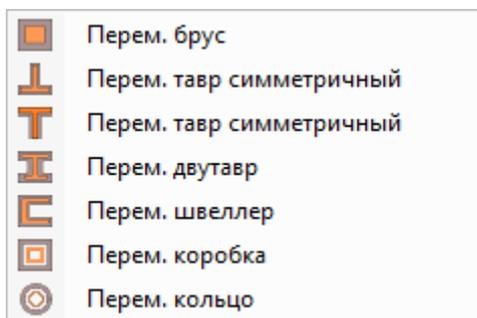

Рисунок 2.307 Список переменных сечений
• **Переменные сечения** (кнопка  в редакторе сечений/жесткостей). В списке **Переменные сечения** приведены стандартные типы переменных сечений (рисунок 2.307). Переход непосредственно к необходимому типу переменного сечения осуществляется одним щелчком мыши по выбранному элементу списка;